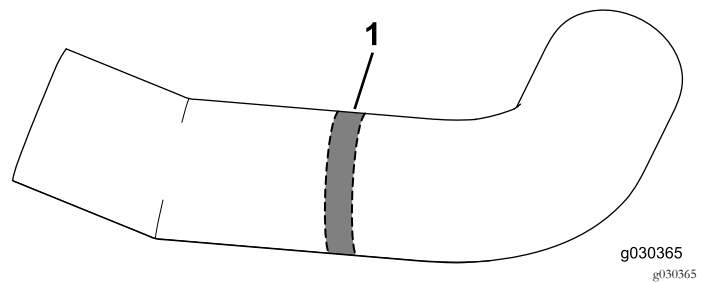

Figure 30
3. Coupez une section de 13 mm du flexible, comme montré à la Figure 30.